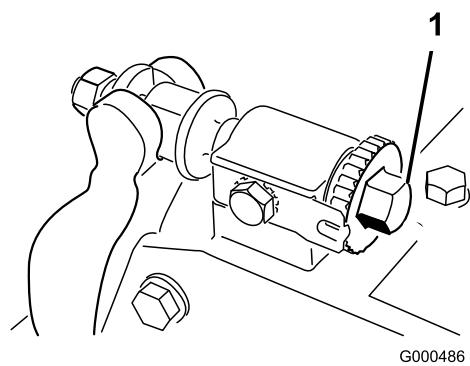

図 58
2. ベッド・バー調整ネジ（図 58）を左に回して、リールと下刃の接触を完全にななくす。